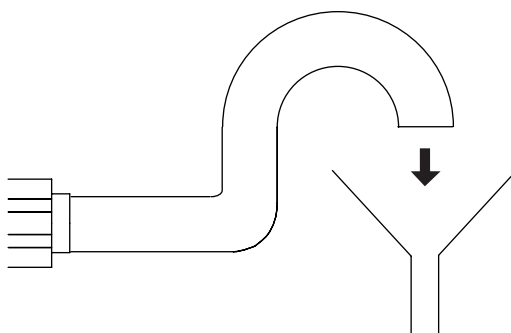

Fig. 3
- **En cas d'évacuation libre dans les égouts, la conduite d'écoulement doit être posée avec un coude de 90° vers le haut, afin que le système ne subisse pas de dépression (voir la figure 3)! L'électrode de référence pourrait, dans le cas contraire, être détériorée !**